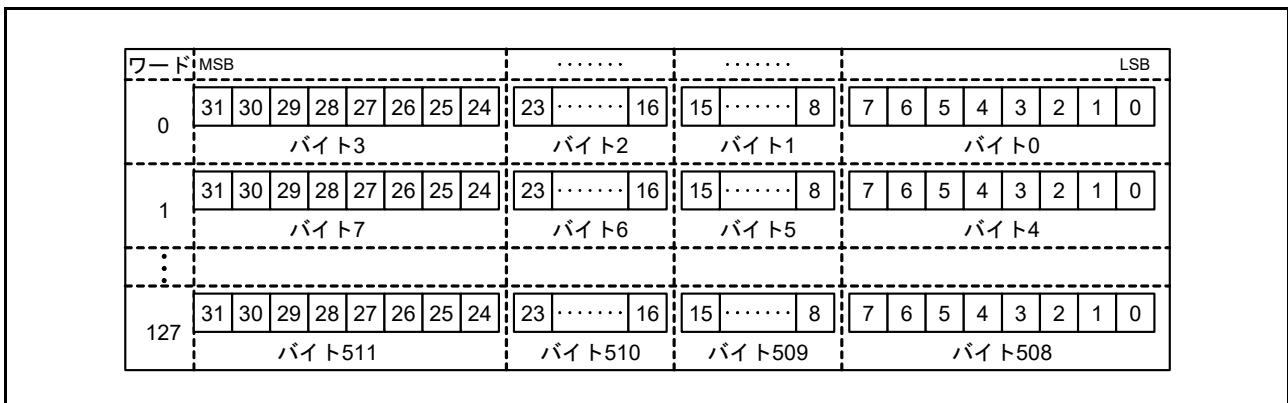

図 41.5 SD_BUF 格納データ
3. SD_BUF に格納されたデータが SD_BUF0 から読み出される (図 41.5 を参照)。